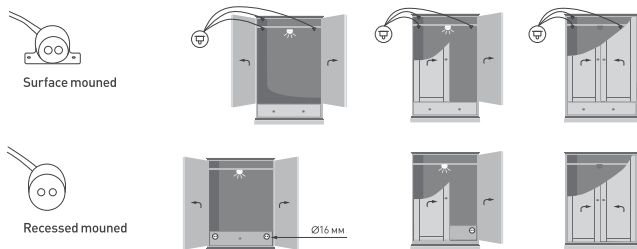

Рисунок 2. Установка ИК-датчика DOOR/HAND
- Датчик DOOR должен быть смонтирован т. о., чтобы дверь в закрытом положении находилась на расстоянии 0,5–10 см от лицевой стороны датчика (рис. 2). Свет будет включаться, когда любой из 3 датчиков будет открыт и выключаться при закрытии всех 3 датчиков. Для лучшего отражения ИК-сигнала от черных поверхностей наклейте на дверь небольшой отражающий элемент.